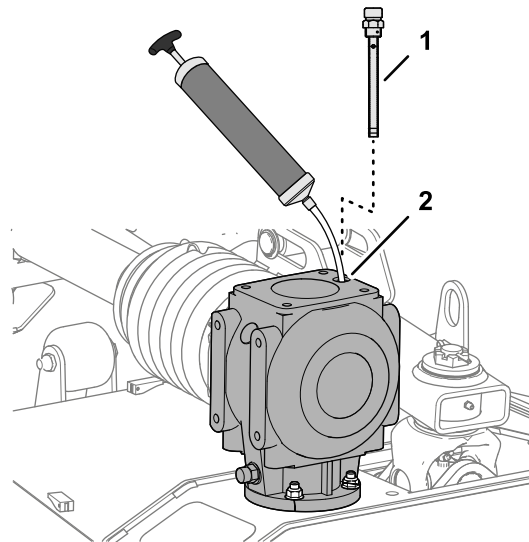

Bild 56
- Nehmen Sie den Peilstab von der Oberseite des Getriebes ab (Bild 56).
- Das Getriebeöl durch die Peilstaböffnung mit einer Saugpumpe aus dem Getriebe absaugen (Bild 56).